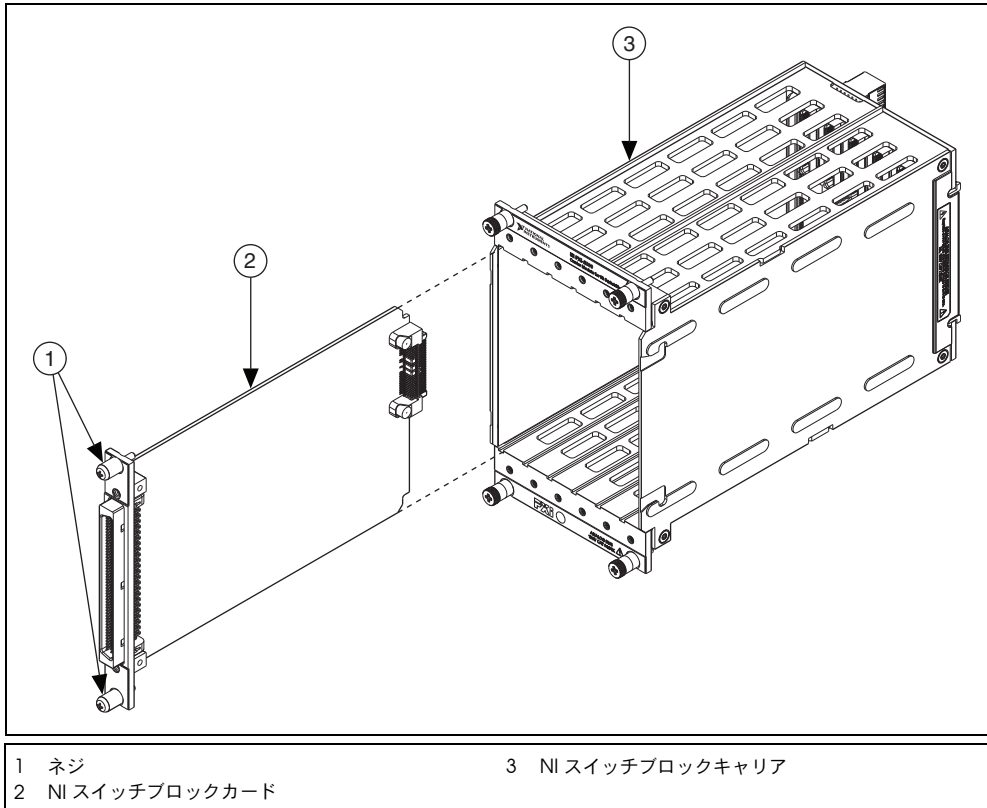

図 3 NI スイッチブロックカードを取り付ける
NI スイッチブロックカードを取り付けるには、図 3 を参照しながら、以下の手順に従ってください。
6. カードをスロットに差し込み、図 3 に示すようにカードがシャーシのカードガイドにしっかりとかみ合っていることを確認してください。差し込んでいると徐々に抵抗を感じますが、隣接したカードまたはフィラーパネルのフロントパネルと揃い、カチッとほまるまでカードを押し入れます。